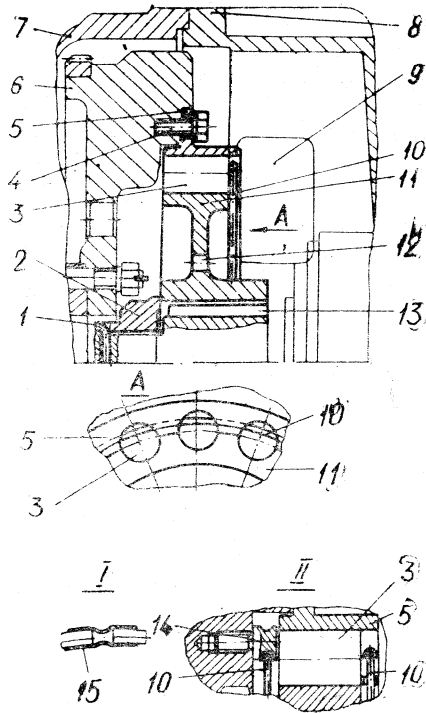

Рис. 18. Муфта упругая:
**Муфта** состоит из ведущей полумуфты 5 (рис. 18) с внутренними пазами, ведомой полумуфты 11 с наружными пазами, резиновых круглых пальцев 3 и стопорного кольца 10. В спаренном состоянии пазы полумуфт образуют двенадцать отверстий, в которые устанавливаются пальцы 3. Ведущая полумуфта закреплена на маховике 6 дизеля болтами 4, которые попарно стопорятся отгибными шайбами.
На дизель-генераторе УЗ4Б резиновые пальцы удерживаются от выпадания двумя кольцами, как указано на рис. 18 (11). С целью исключения случаев выхода кольца 10 (со стороны маховика) из проточек пальцев 14, разъемная часть его заделана трубкой 15.